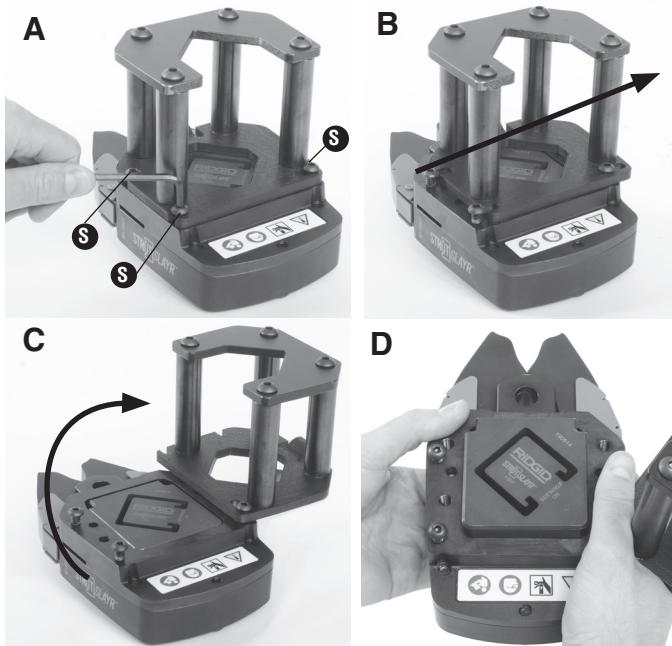

Figura 3 – Cambio de terrajas (A, B, C, D)
2. Con una llave hexagonal de $5/32"$, afloje los tornillos ("S") del soporte de la canaleta, dando dos vueltas (Figura 3 A). Deslice el soporte de la canaleta para desconectarlo de dos de los tornillos (Figura 3 B). Gire el soporte de la canalización para permitir el acceso a las terrajas (Figura 3 C). Si una canaleta queda atascada en las terrajas, podría ser necesario extraer el soporte.
3. Desde el costado opuesto del cabezal, empuje las terrajas para extraerlas (Figura 3 D). Si fuera necesario, use un martillo de maza blanda o un bloque de madera para golpear las terrajas suavemente, hasta extraerlas. No golpee las terrajas con fuerza ya que se puede dañar la herramienta.